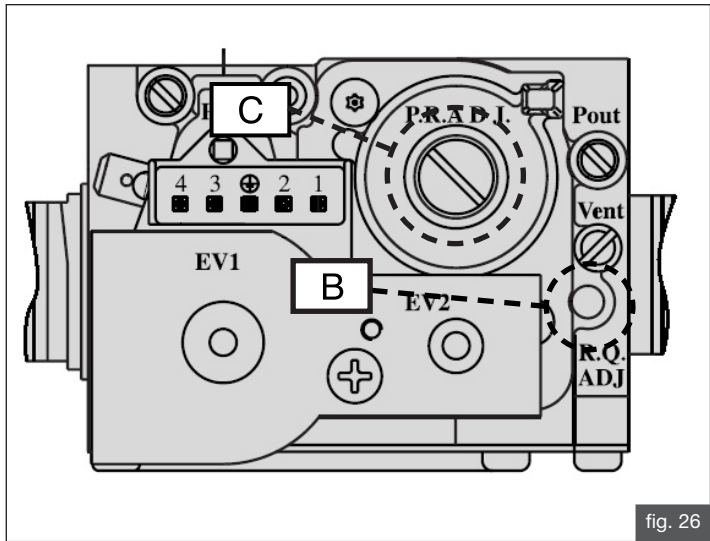

fig. 26
- Regolare il valore dell’anidride carbonica (CO₂) nei fumi ruotando il regolatore di offset **C** (fig. 26) e assicurarsi che rientri nei limiti della tabella 12.